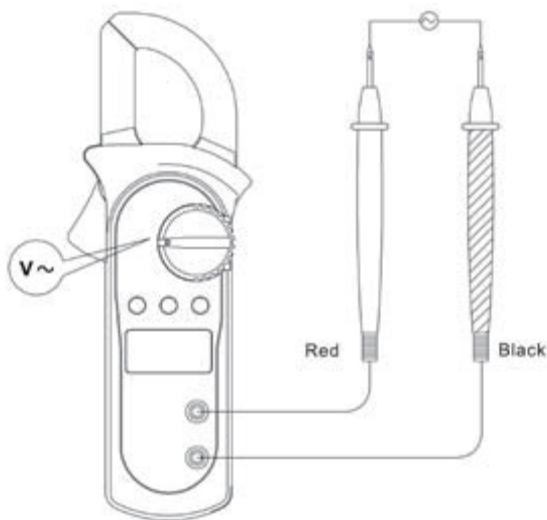

Рис. 4
(см. рис.4)
- Установите поворотный селектор в положение замера напряжения V_{\sim} (см. рис.4).